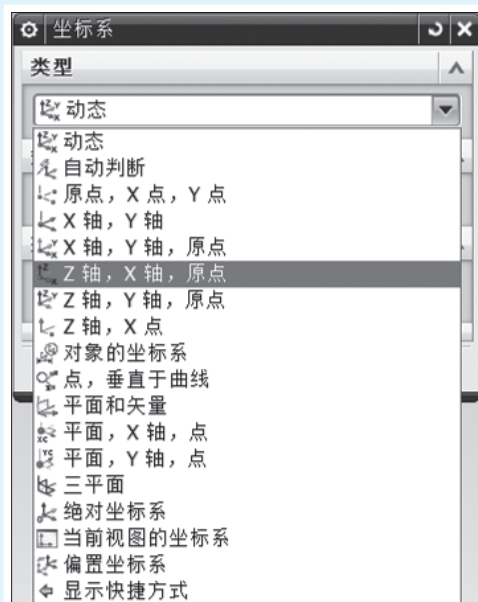

图 1-27
④ 定向。定向 WCS 是对 WCS 采用对话框定义的方式进行定向的，定向的方式有多种。执行“格式”→“WCS”→“定向”命令，弹出“坐标系”对话框，如图 1-27 所示。在该对话框中单击“类型”栏下拉按钮，弹出下拉列表，显示多种定向类型。